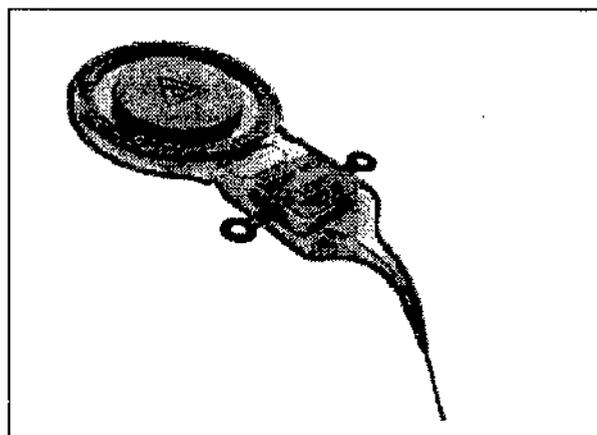

Imagen 5: Símbolo Δ hacia arriba
- Introduzca la bobina en la bolsa periostial y fije el implante al hueso con las dos aletas de fijación y los dos tornillos corticales autoperforantes proporcionados con el kit de implante VORP 503. Utilice el destornillador de un solo uso proporcionado. Asegúrese de que el símbolo Δ del imán de centrado apunte hacia arriba (ver Imagen 5). Se recomienda preparar un lecho del implante hasta el nivel de las aletas de fijación del mismo. Además, se recomienda proteger la transición del VORP.